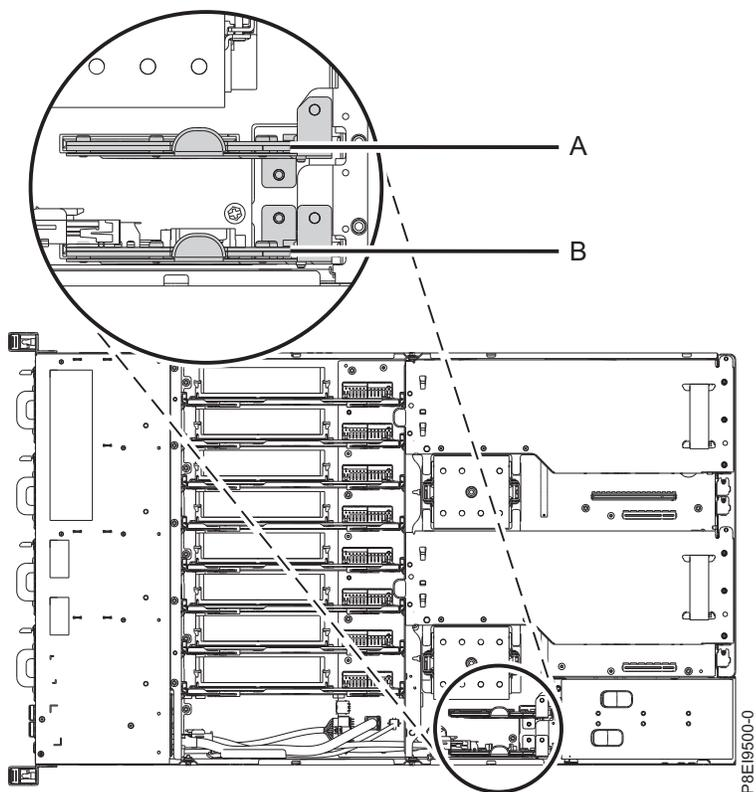

Figura 46. Localização dos risers de energia
3. Localize os risers de energia. Figura 46 na página 48 mostra a localização dos risers de energia no sistema 8335-GCA ou 8335-GTA. O riser de energia **(B)** contém a bateria do relógio e o conector para o cabo de energia do ventilador.